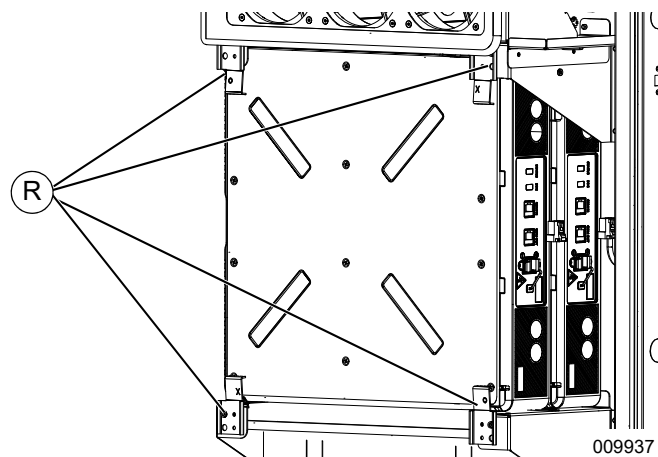

Figura 4-28. Sujetadores de retención (1 de 3)
Consulte la **Figura 4-28**. Todos los módulos de la batería delanteros deben fijarse con sujetadores de retención (R).